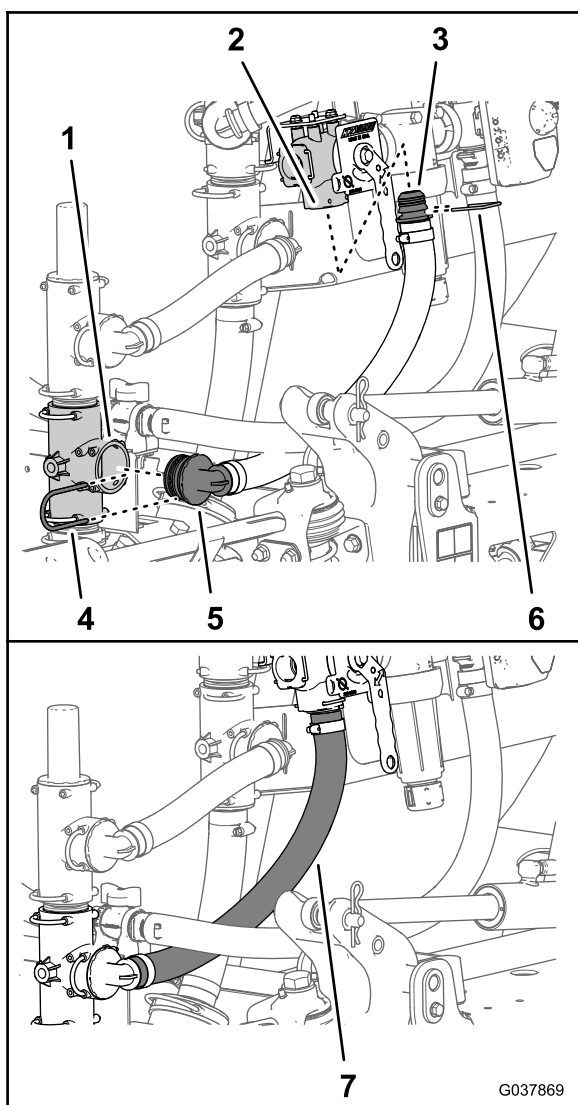

Рисунок 71
19-1/8 дюйма) во впускное отверстие отсечного клапана эдуктора (Рисунок 71).
2. Закрепите прямой штуцер типа «елочка» на отсечном клапане эдуктора при помощи держателя, поставляемого вместе с отсечным клапаном (Рисунок 71).
3. Установите прямоугольный штуцер шланга подачи опрыскивателя в открытое отверстие тройника насоса опрыскивателя (Рисунок 71).
4. Закрепите прямоугольный штуцер на тройнике с помощью держателя (Рисунок 71), снятого при выполнении пункта 5 в разделе Демонтаж перепускного шланга перемешивания и шланга подачи опрыскивателя (страница 18).